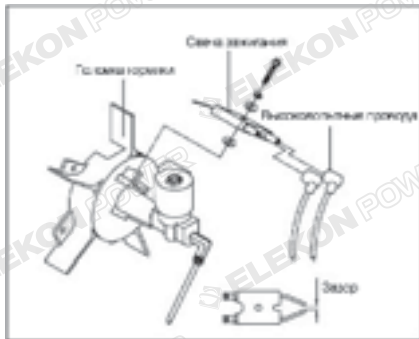

рис. 9. Свеча зажигания
- Отсоедините высоковольтные провода от свечи зажигания (см. рис. 9)